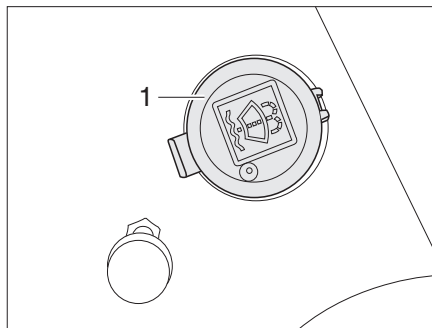

Fig. 30 Bocchettone di riempimento del contenitore dell'acqua di lavaggio
- Rimuovere il coperchio (Fig. 30,1) del bocchettone di riempimento del contenitore dell'acqua di lavaggio.